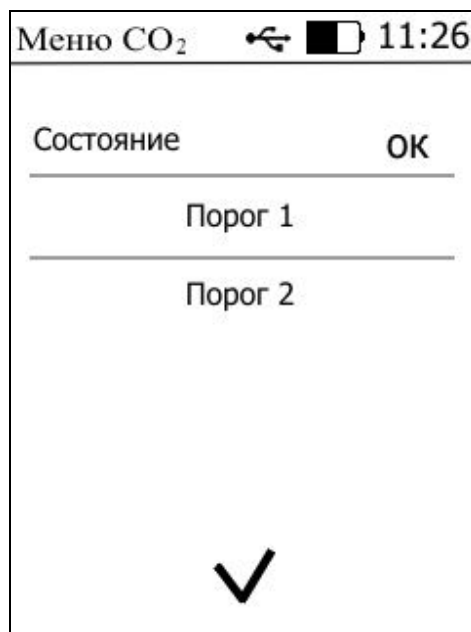

Рисунок 5.5 Экран настройки пороговых значений
- 4.7 При включении газоанализатора осуществляется самотестирование газоанализатора в течение 15 секунд. При наличии внутренних неисправностей газоанализатор на индикаторе сигнализирует номер неисправности. После успешного тестирования и завершения загрузки на дисплее отображаются поля для отображения измерений и их параметров. Расшифровка неисправностей тестирования и других ошибок в работе газоанализатора отображается в меню выбора порогов, Рисунок 5.5.
Для настройки нужного порога нажать на область «Порог 1» или «Порог 2», рисунок 5.5.